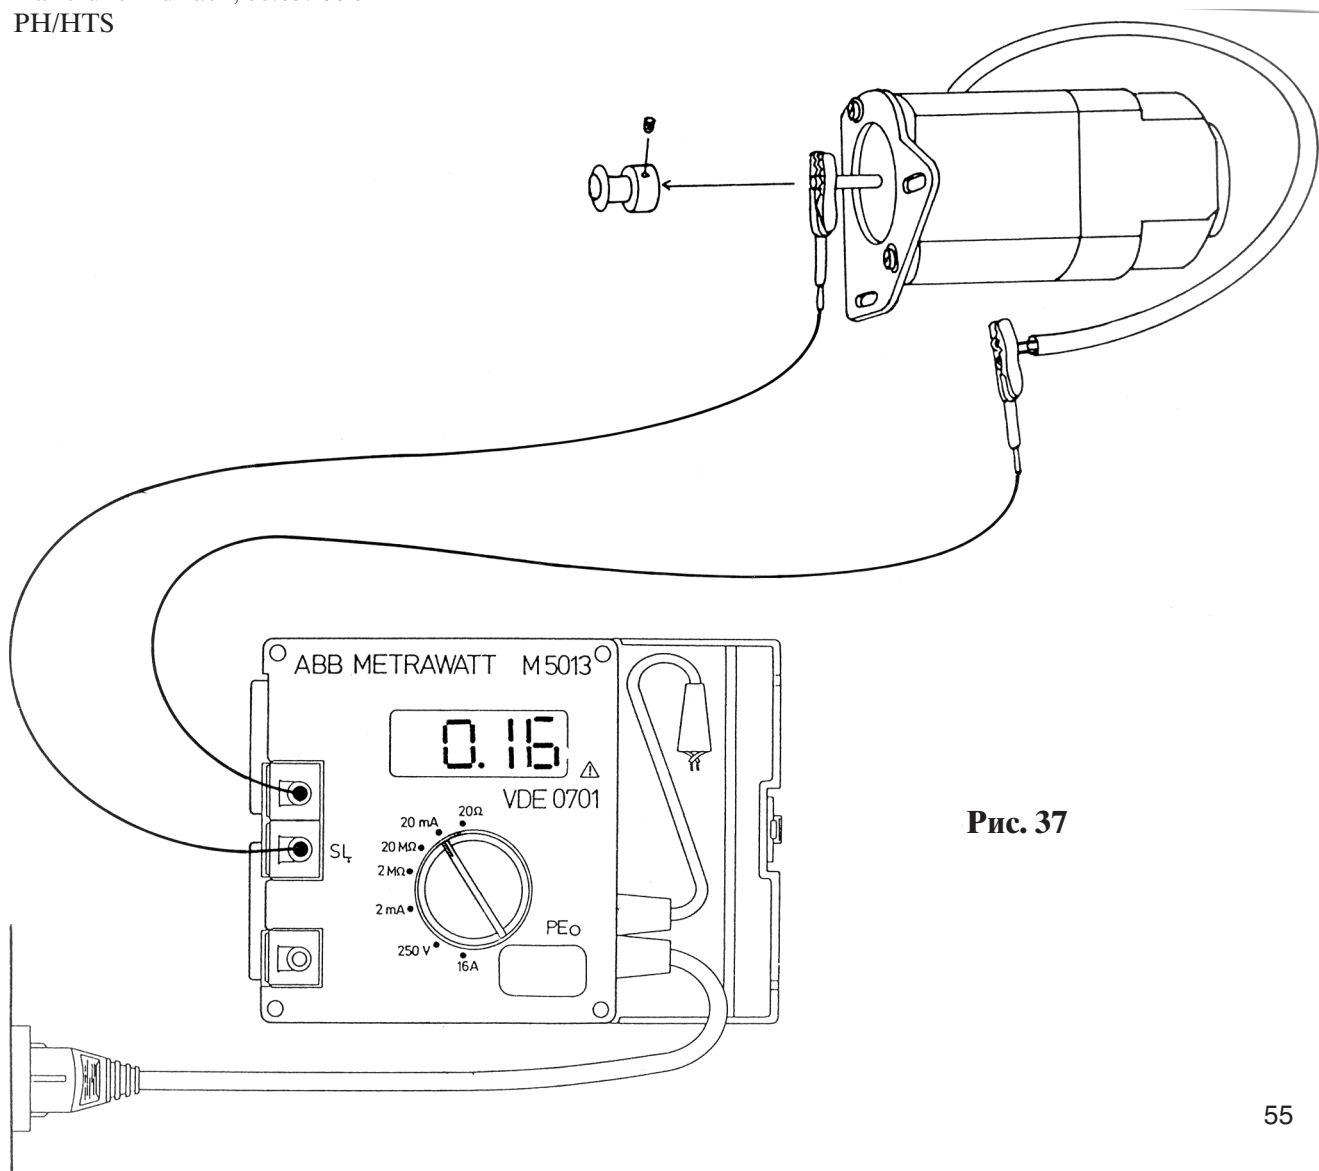

Рис. 37
- Переключатель измерительного диапазона установить на “20 мА” (рис. 37).